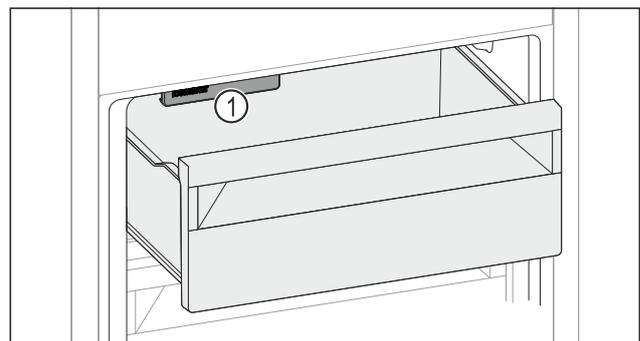

Fig. 182
- ▶ IceMaker Fig. 182 (1) berücksichtigen.